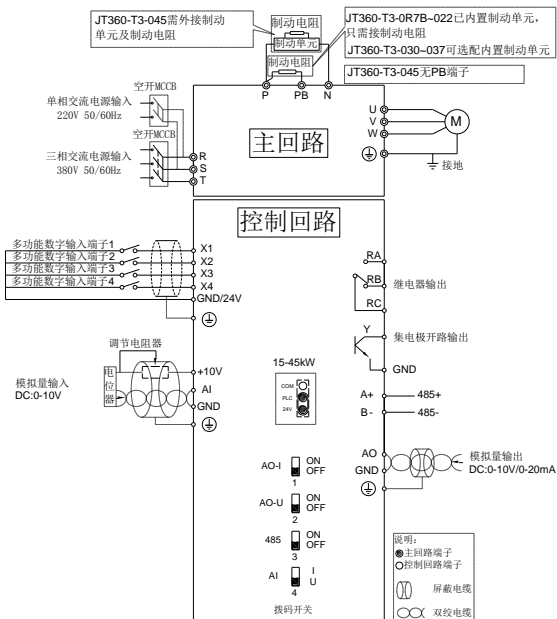

图 3-2 变频器 15-45kW 接线示意图
2) JT360 系列变频器 15-45kW 接线方式如图 3-2 所示: